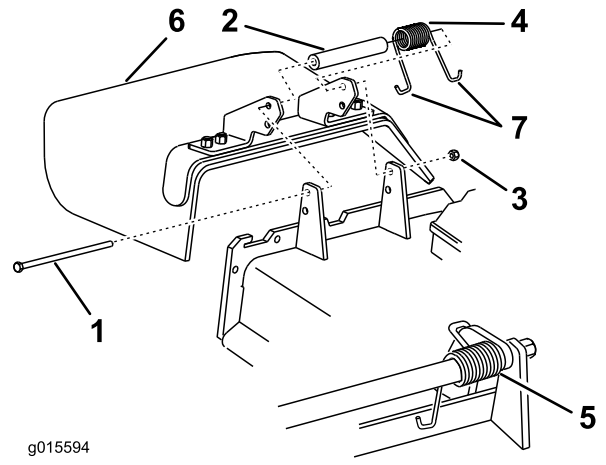

Figure 98
1. Retirez le contre-écrou, le boulon, le ressort et l'entretoise qui fixent le déflecteur aux supports de pivot (Figure 98). Enlevez le déflecteur s'il est endommagé ou usé.
Remarque: Prenez soin de placer une extrémité en J du ressort derrière le bord du tablier avant de mettre le boulon en place, comme illustré à la Figure 98.
3. Remettez le boulon et l'écrou. Accrochez une extrémité en J du ressort au déflecteur d'herbe (Figure 98).